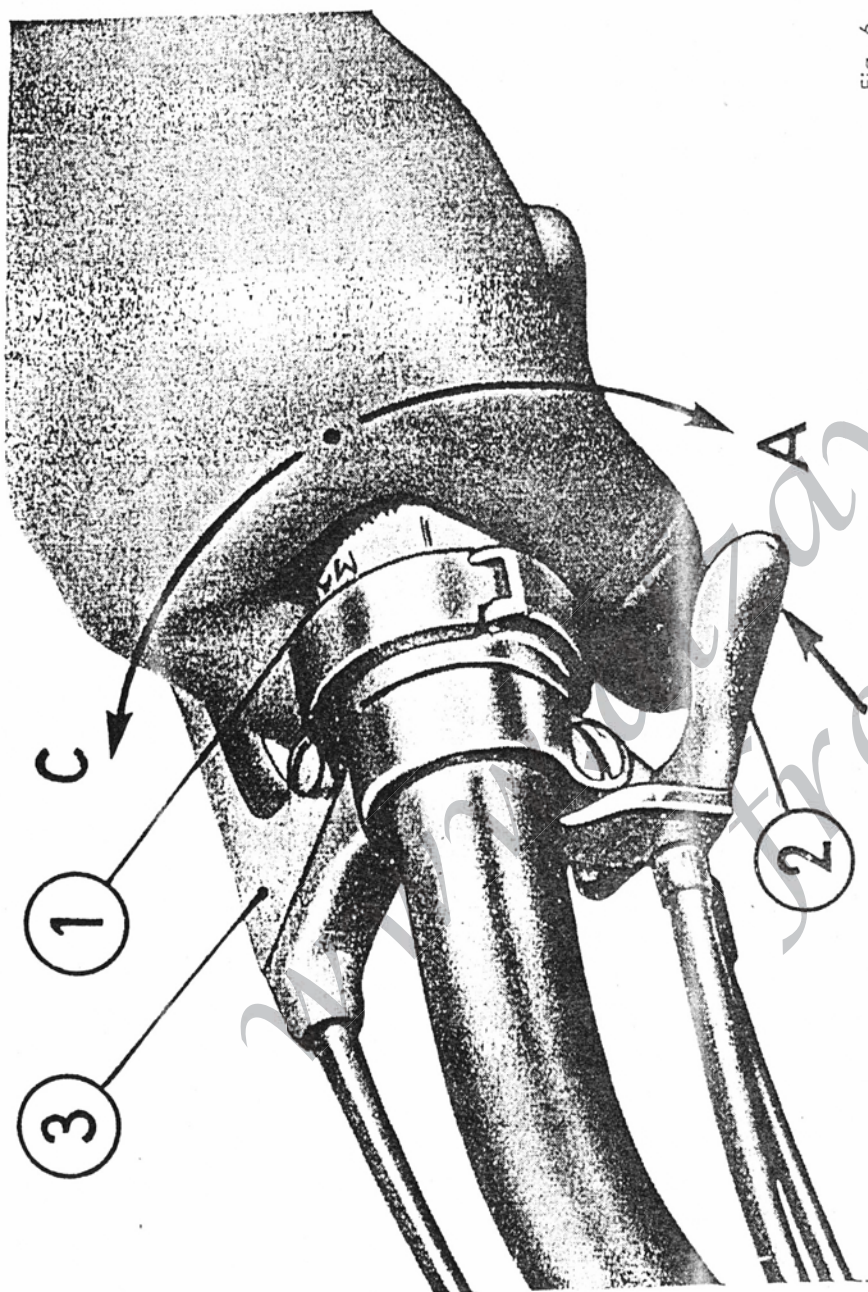

Fig. 6
- 6) **aprire** la manopola 1 comando gas di circa un terzo della sua corsa (vedi fig. 6);